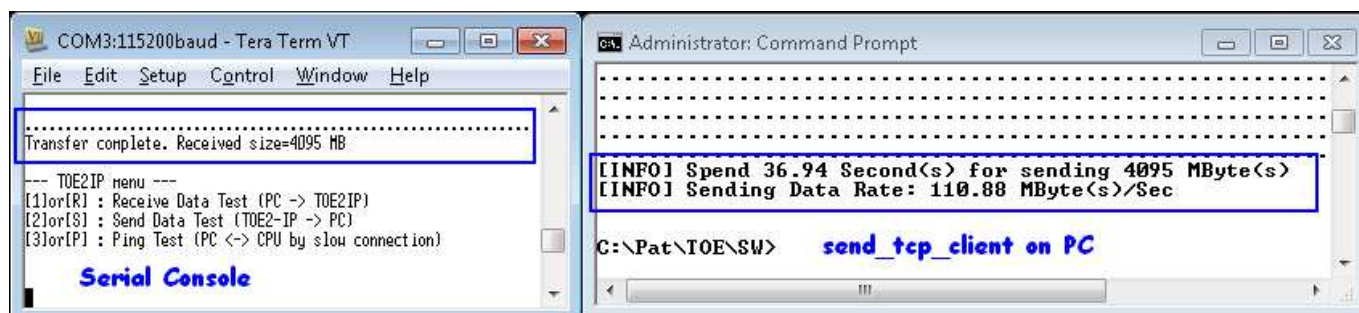

図 12: 転送サイズが 512MByte を超える場合の受信テスト結果例
- (3) 総転送サイズが 512MByte 以上(パケット数が 32768 以上)の場合、本デモの FPGA 側バッファ・サイズを超えるためシリアル・コンソールにはデータ・ベリファイを行うかどうかの選択メッセージは表示されません。そして図 12 に示すように総転送サイズと所要時間がシリアル・コンソール上に表示され、さらに転送パフォーマンスが表示されます。